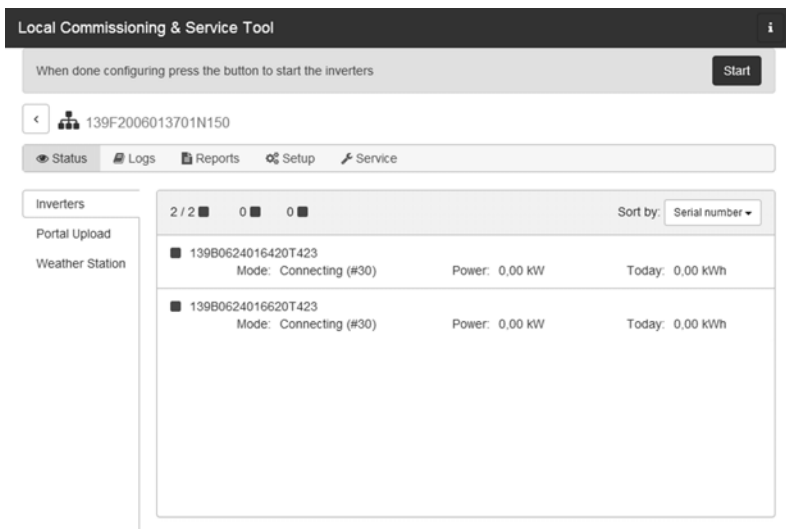

Figura 5.8 LCS-Tool – Elenco degli inverter collegati a Inverter Manager
11. Un quadrato verde identifica gli inverter messi in funzione. Tuttavia, gli inverter non si collegano a una rete prima che sia inviato il comando **[Start]** dalla barra sotto il menu superiore. Vedere figura 5.8.